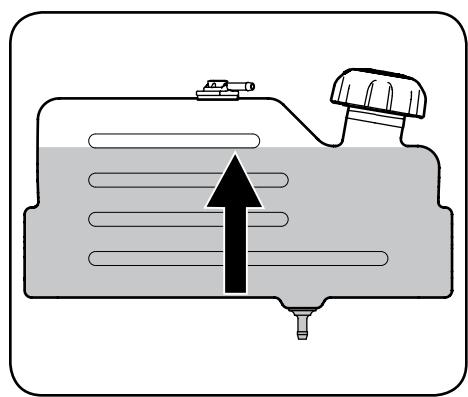

Figura 2-9
- Cargue el depósito de combustible con gasolina. Sólo se debe utilizar gasolina limpia, nueva (con menos de 30 días de antigüedad) y sin plomo. Llene el depósito hasta la base del cuello de llenado dejando espacio para la dilatación del combustible. NO LLENE EL DEPÓSITO DE COMBUSTIBLE AL MÁXIMO. Consulte la Figura 2-9.